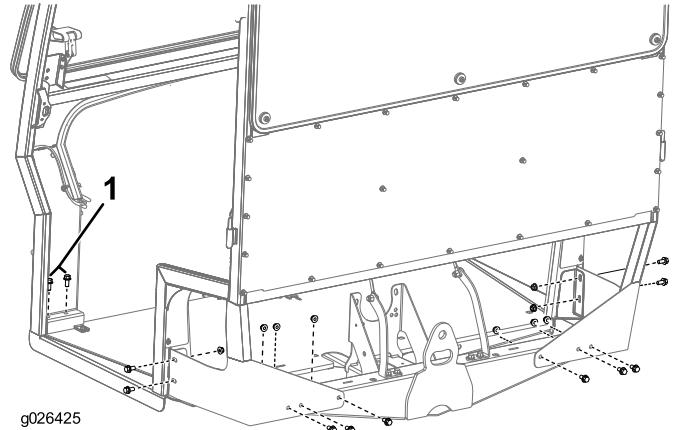

Figura 6
- Sujete el bastidor a la máquina con 10 pernos (3/8" x 3/4"), 10 tuercas (3/8") y 4 pernos (3/8" x 7/8"), según se muestra en la Figura 6.